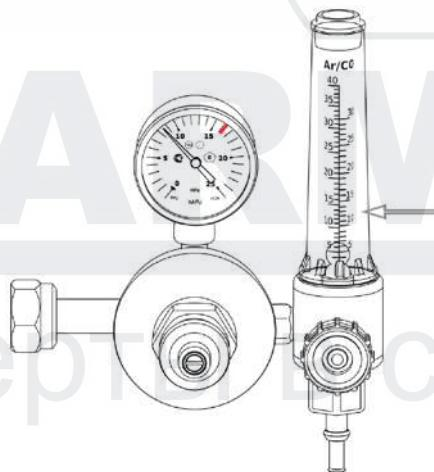

Рис. 13.2. Расход защитного газа.
**6.** С помощью регулятора (См. рис. 13.2) установите необходимый расход защитного газа (от 4 до 25 л/мин в зависимости от выполняемых задач или см. таблицу 14.5).